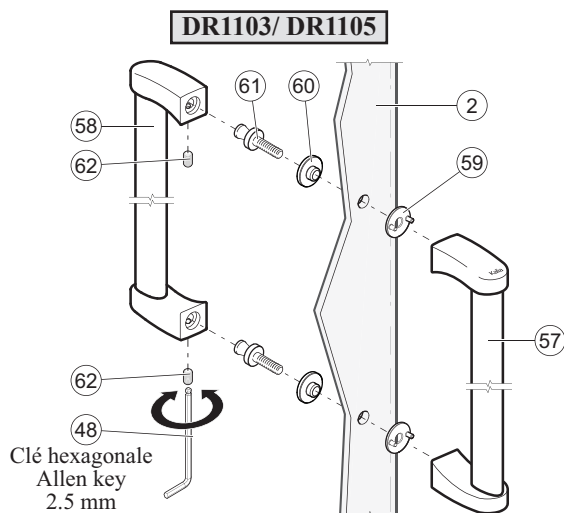

Fig. 13.1
**Important :** Il est important que la vis à pression soit positionnée dans la rainure de la vis de la poignée installée en usine (fig. 13.1 ou fig. 13.3).
Désassembler la poignée. Assembler la poignée extérieure sur le panneau mobile. S'assurer que les tampons protecteurs sont bien en position pour protéger le verre afin qu'aucun métal ne touche le verre. Serrer les vis de la poignée. Installer la poignée intérieure et serrer les vis à pression à l'aide de la clé hexagonale fournie (fig 13.1 ou fig. 13.3).
**Important:** It is important to position the set screw in the factory-installed handle screw groove (fig. 13.1 or fig. 13.3).
Disassemble the handle. Install the outside handle on the mobile panel. Make sure the handle protective pads are in place to protect the glass so no metal parts touch the glass. Screw in the handle screws. Install the inside handle and screw in the set screws using the Allen key provided (fig 13.1 or fig. 13.3).